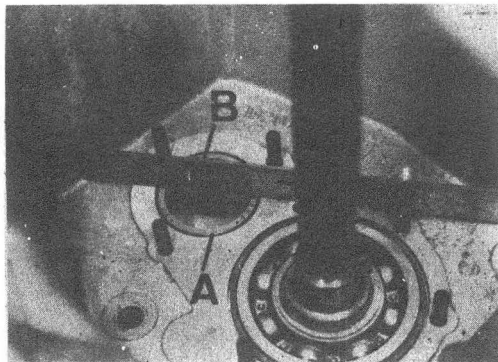

Fig. C1-118 Cárter de embrague
2.3. Montar la pista exterior, A (Fig. C1-118) del rodamiento delantero del eje intermedio, de forma que ésta quede al ras de la cara frontal interna del cáster de embrague.